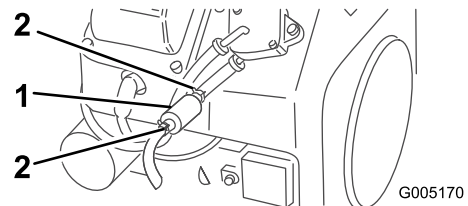

Figure 29
5. Pincez les extrémités des colliers et éloignez les colliers du filtre (Figure 29).
6. Placez un bac de vidange sous les conduites d'alimentation pour recueillir le carburant qui s'écoule, puis enlevez le filtre des conduites (Figure 29).